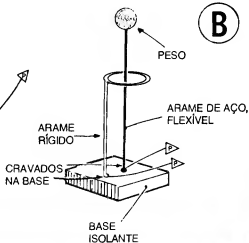

Fig.5
- FIG. 5 - DETALHES E SUGESTÕES PARA A CONSTRUÇÃO DO PÊNDULO... Embora seja perfeitamente possível a utilização de um interruptor de balanço comprado pronto na loja (do tipo usado normalmente em alarmes anti-roubo de veículos, entre outras apli-